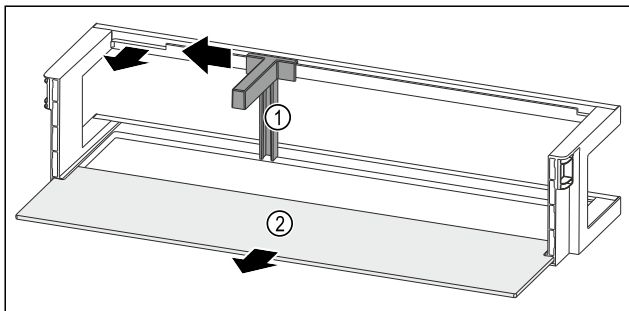

Fig. 51 Dørhylle med flaskeholder og oppstillingsplass
- Skyv flaskeholderen Fig. 51 (1) frem til fordypningen til side.
- Fjern flaskeholderen Fig. 51 (1).
- Fjern oppstillingsplassen Fig. 51 (2).